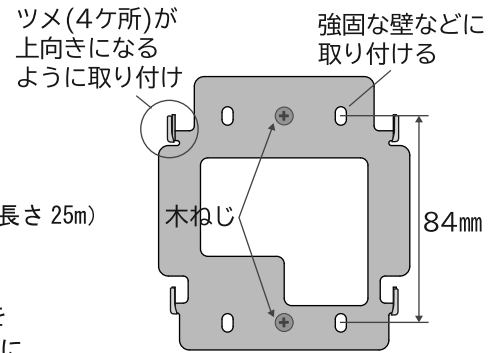

図1 リモコン取付板
(2) 壁面に取り付ける場合 (コード露出配線)
- ①リモコン取付板を木ねじ (φ3.5×25) 2本で壁に取り付けてください。(リモコン取付板はツメが上向きになるように取り付けてください。)(図1)